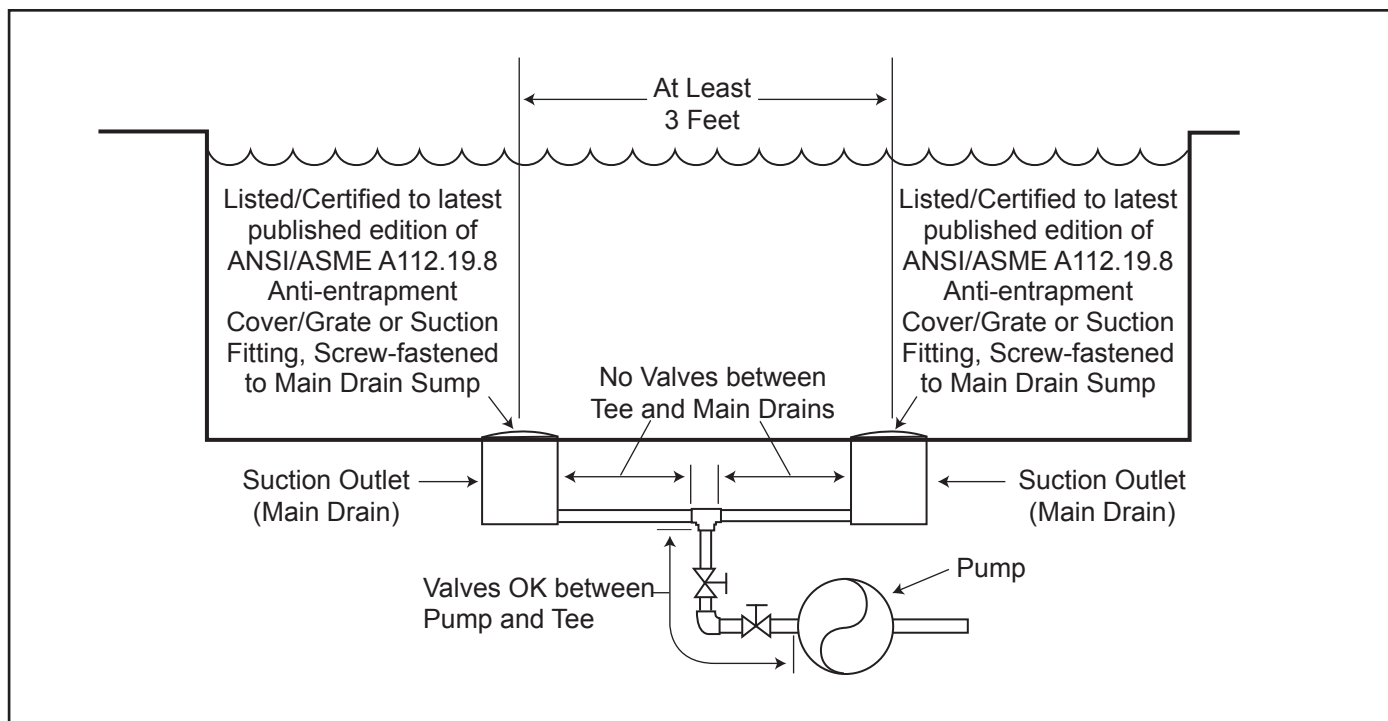

Figura 1. Número de tomas de succión por bomba
**Número de tomas de succión por bomba** – Deben proporcionarse al menos dos (2) colectores principales hidráulicamente equilibrados, con sus tapas, como salida para cada línea de succión de la bomba de circulación. Los centros de los colectores principales (puntos de succión) en una (1) línea de succión deben estar separados por lo menos tres (3) metros de distancia, centro a centro. Vea la Figura 1 en la página 63.
El sistema *debe* estar construido para incluir al menos dos (2) salidas de succión (desagües) conectadas a la bomba cuando está funcionando. Sin embargo, si dos (2) colectores principales llegan a una sola línea de succión, esta línea de succión individual puede ser equipada con una válvula que cerrará los dos desagües principales de la bomba. El sistema deberá ser construido de tal manera que no permita el cierre por separado o independiente (aislamiento) de cada uno de los drenajes. Vea la Figura 1 en la página 63.